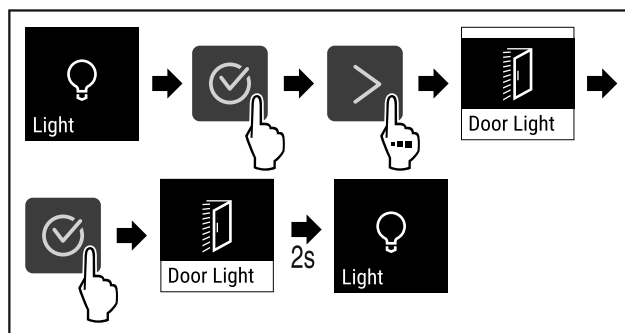

Fig. 87
- ▶ Wykonać czynności (patrz Fig. 87) .